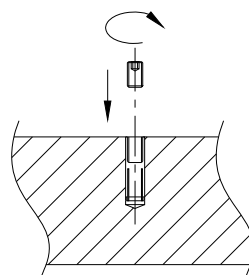

Fig. 2a
- Enlever les vis sans tête des chevilles d'ancrage à l'aide de la clé Btr et conserver les : fig. 2a